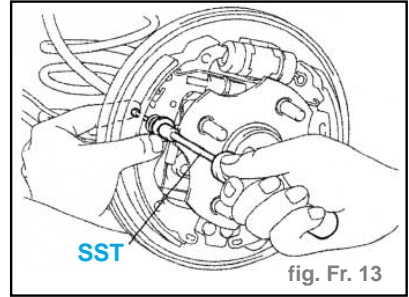

fig. Fr. 13
- Déposer la coupelle, le ressort de maintien de mâchoire et la broche à l'aide du SST (REF 09718-00010). (fig. Fr. 13)